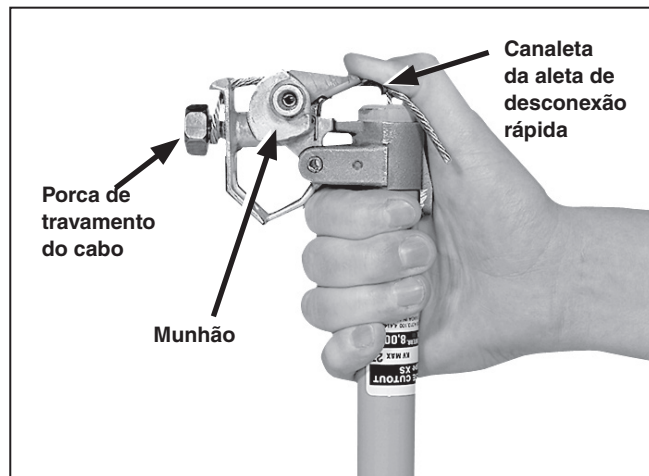

Figura 5. Cabo tensionado em torno da porca
- Mantendo a aleta de desconexão rápida nesta posição, passe o cabo pela canaleta da aleta e em volta do pino rosqueado, em sentido horário, como mostrado na Figura 5.